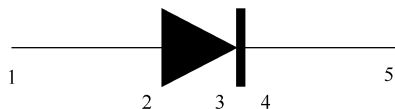

图 5-50 二极管图形
**例 5-2** 使用“多段线”命令绘制如图 5-50 所示的二极管图形。